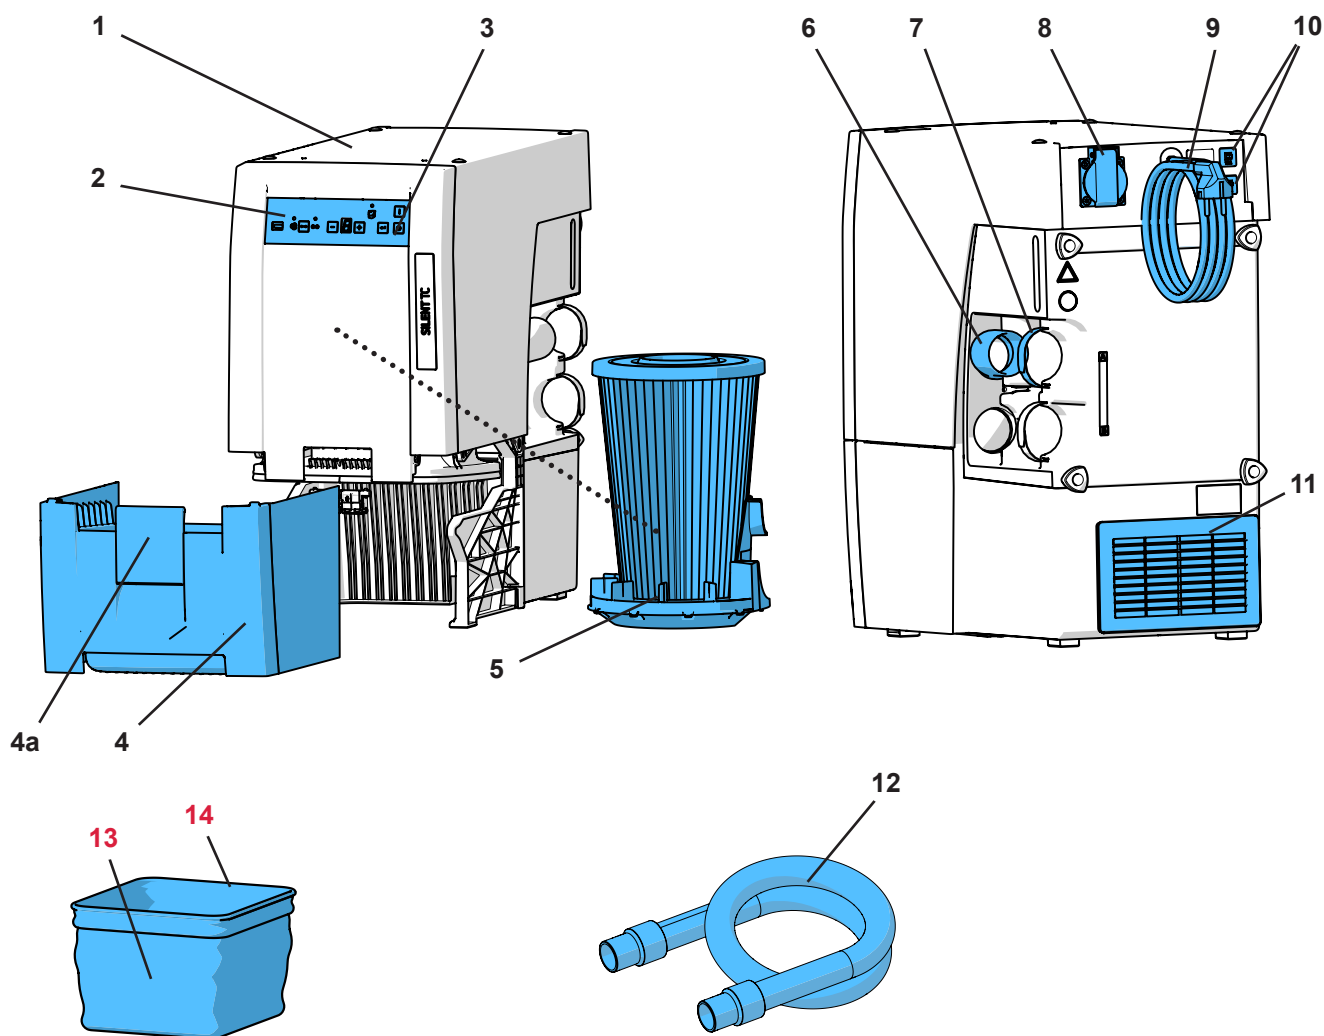

Fig. 1
- Orificiul de evacuare (11, Fig. 1) să nu fie blocat.
- Conductă externă de evacuare a aerului (A) (a se vedea capitolul 4.6).
- O deschidere în partea din spate a dulapului (B), de minimum 250 x 120 mm, în corespondență cu de ieșirea aerului de evacuare (11, Fig. 1).
- Îndepărtați partea din spate a dulapului (C). Distanța de la partea din spate a dulapului la perete min. 50 mm.
⇒ Desfășurați cablul de alimentare (9, Fig.1) și introduceți ștecherul în priza electrică a clădirii.
Aspirația depinde de dispozitivul electric conectat la priza aparatului (8, Fig. 1).